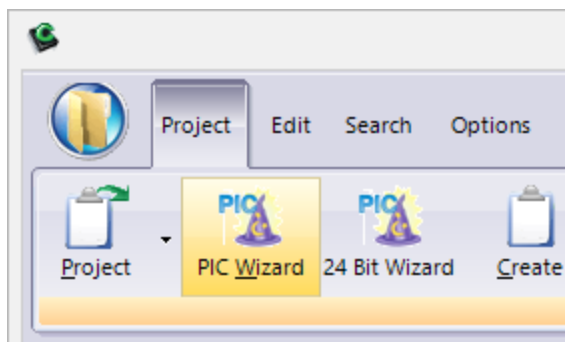

Рисунок 3.3.2 – Процес створення проекту у IDE PCWH за допомогою майстра PIC Wizard
1. Запустити **IDE PCWH**, натиснути кнопку **Projects** майстра **PIC Wizard** (рис. 3.3.2),